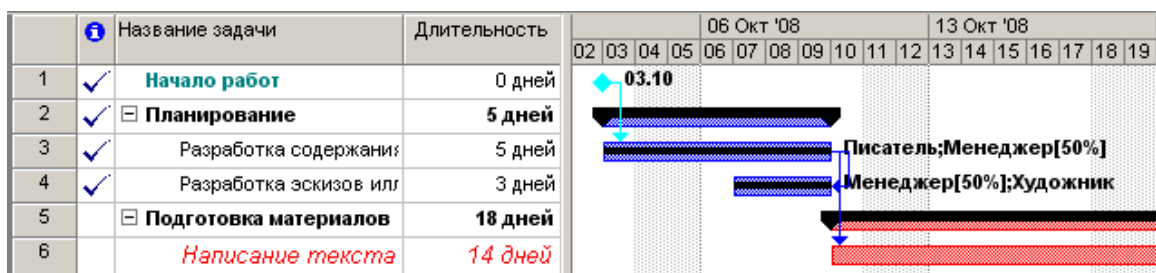

Рис. 48. Отметка о выполнении работ
- Закройте диалог (Обновление проекта) нажатием кнопки **ОК**. В информационном поле таблицы появятся отметки о выполнении указанных видов работ, а на диаграмме, внутри горизонтальных полосок соответствующих работ – черные полосы, отображающие процент выполнения этих работ, – **100%** (рис. 48).